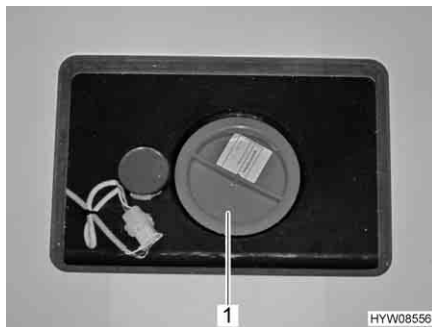

Fig. 118 Apertura per la pulizia sul serbatoio delle acque grigie
- A questo scopo aprire l'apertura per la pulizia (Fig. 118,1) per il serbatoio delle acque grigie e il rubinetto di scarico.